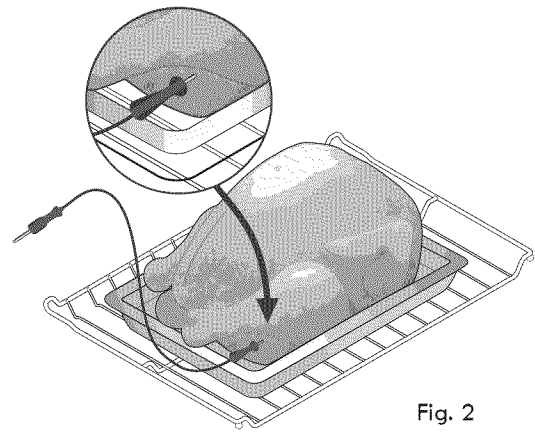

Fig. 2
- Para carne de ave o pavo entera, inserte la sonda en la porción más gruesa del muslo interior justo debajo de la pata (vea la fig. 2).